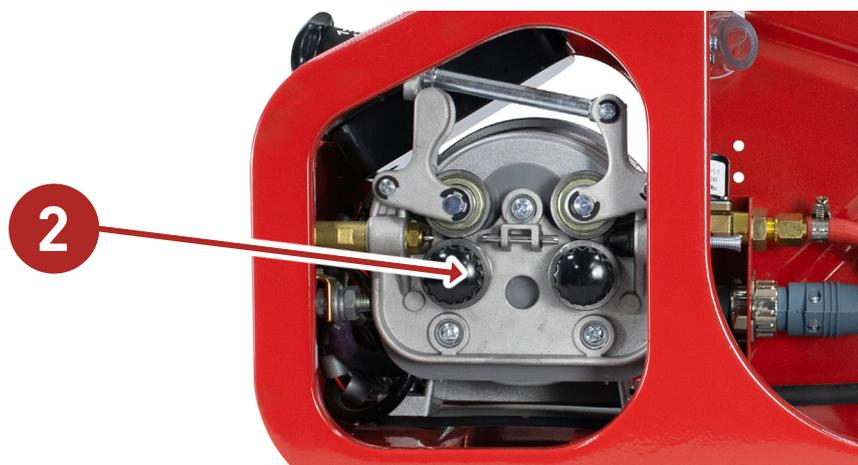

Fig. 2
- » Coloque a roldana e aperte o parafuso do eixo das roldanas, **Peça 2, Fig. 2;**